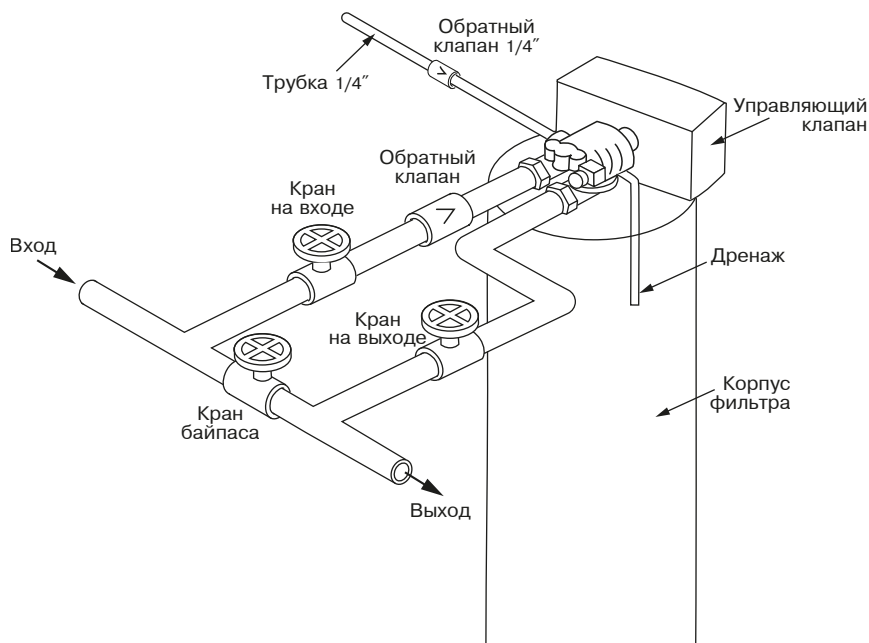

Рис. 1
9. Подключите установку в разрыв магистрали подачи холодной воды, используя стандартную трубную арматуру и фитинги. На входе в фильтр установите обратный клапан 1 ". Для удобства запуска, эксплуатации и обслуживания оборудования необходимо предусмотреть байпасную линию (рис. 1). Накрутите на штуцер солевой линии переходник 1/4 " цанга-1/2" резьба, вставьте трубку 1/4". На трубку 1/4 " установите обратный клапан. Поток должен быть направлен к управляющему клапану установки (стрелка на корпусе обратного клапана направлена к управляющему клапану).